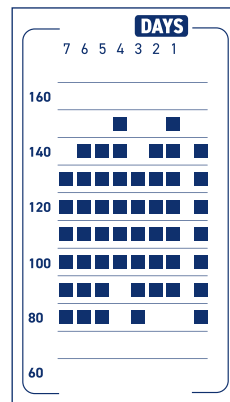

Figure 5
- Dans la partie droite de l'écran, un graphique à barres affiche les résultats des mesures des 7 derniers jours. Vous pouvez suivre ici l'évolution de vos mesures de pression artérielle (Figure 5). La barre de droite indique la mesure actuelle. À gauche apparaissent les barres correspondant aux 7 jours précédents. Si plusieurs mesures ont été effectuées en une journée, la moyenne de ces mesures est affichée. Si aucune mesure n'a été effectuée en une journée, la colonne reste vide.